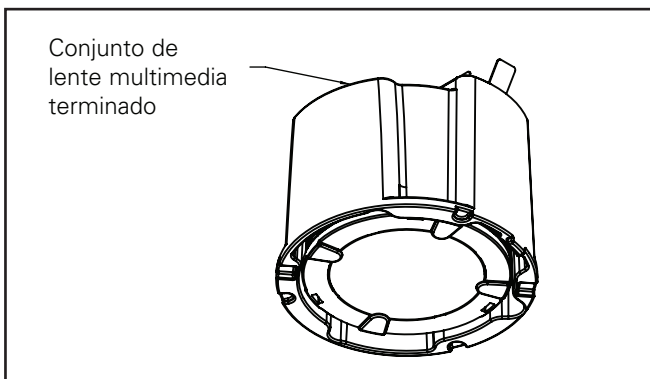

Figura 8
7. Para instalar el conjunto óptico y de medios/película en el módulo, siga los pasos de "Reemplazo/instalación del conjunto óptico" (Figura 8 y 10)